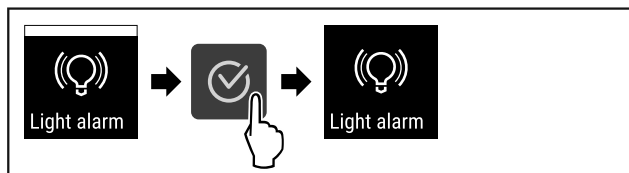

Fig. 99
- ▶ Eeguire i passi (vedere Fig. 99) .